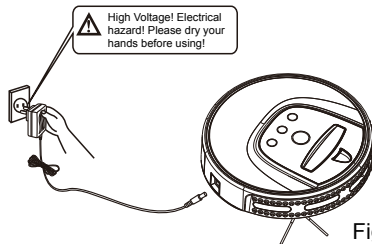

Figure 1
2. Соедините выход адаптера с розеткой робота, используя адаптер для зарядки. (См. Рисунок 1)